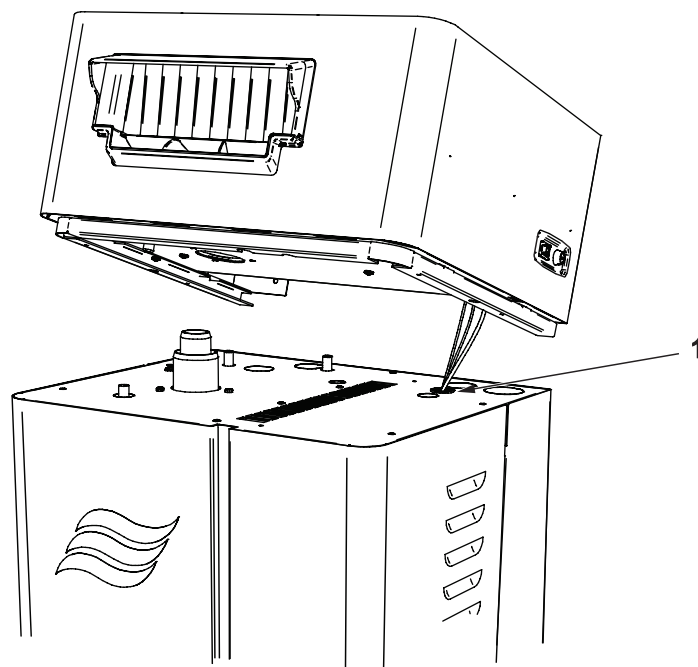

Figure 19 : Passage de câbles
- b. Installer le passe-câble (fourni) dans l'orifice poinçonné directement au-dessous de la prise de raccordement au réseau de l'unité de ventilation et passer les câbles à travers le passe-câble, comme illustré. Consulter la Figure 19.